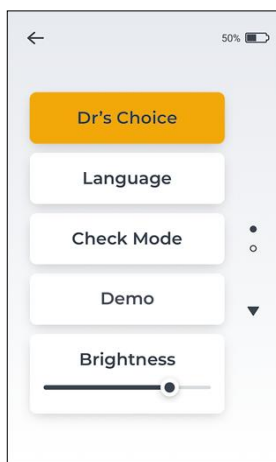
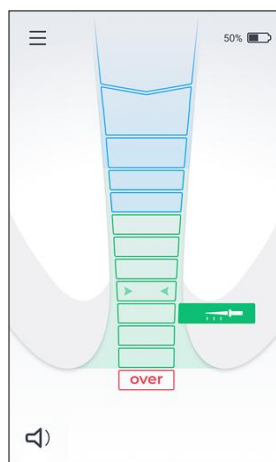

Fig. 12
Fig. 13
- Entre no Menu Definições e toque no separador Dr's Choice - ver Fig. 12. O "Dr's Choice" ficará cor de laranja enquanto estiver ativado e a linha apical Dr's Choice aparecerá no ecrã inicial - consulte a Fig. 13.
- Para desativar a linha apical Dr's Choice, vá ao menu de definições e desactive a Dr's Choice tocando na opção Dr's Choice - ver Fig. 12.